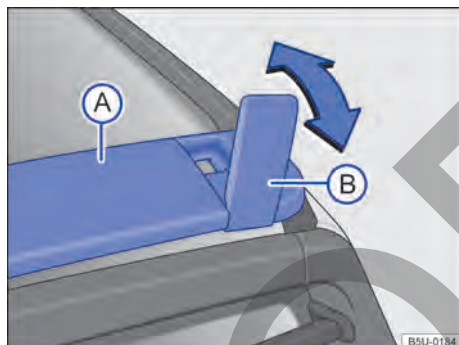

Fig. 160 En el techo: travesaño y soporte articulado.
Utilizar solo el travesaño del techo → fig. 160 (A) y los soportes articulados (B) como apoyo para fijar los objetos con mayor altura o que no puedan acomodarse totalmente sobre el piso del compartimento de carga → ⚠.